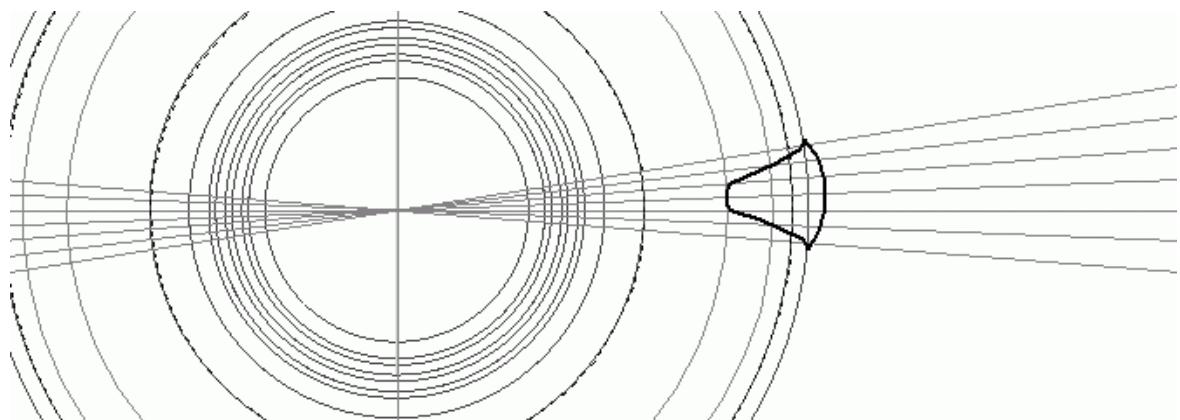

Рис. 3.68. Эскиз выреза между зубьями шестерни
1. Выделите правую боковую грань шестерни (правую, если смотреть на вал-шестерню с колеса). Запустите процесс создания эскиза, в котором создайте эскиз выреза между зубьями (рис. 3.68).
4) сформируйте изображение эскиза, как показано на рис. 3.68. Вместо эвольвента, как было сказано, постройте дуги по трем точкам. Создайте также небольшие скругления на ножке и головке зубьев. Верхнюю дугу немного выгните вверх, чтобы она прошла выше окружности вершин зубьев – при таком ее размещении вы можете быть уверены в том, что нужный шар материала будет вырезан полностью.
- начальный угол спирали – 0° (по умолчанию витки должны начинаться непосредственно с эскиза, если вы разместили его, как показано на рис. 3.68);